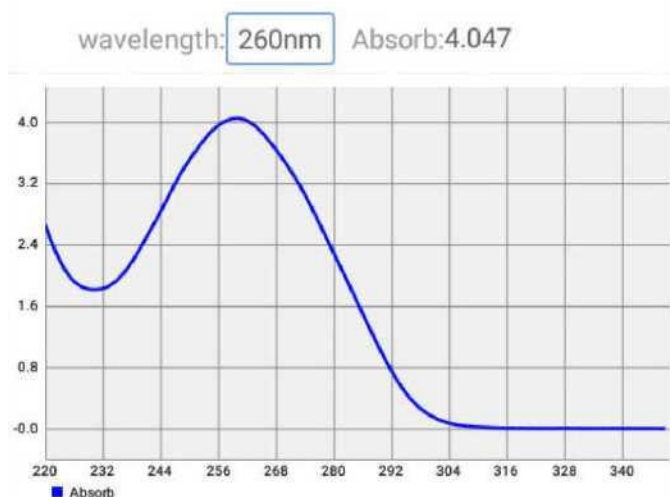

Рис. 4.6. Кривая детектирования нуклеиновых кислот
- 4) Нажмите, чтобы ввести длину волны, после чего отобразится соответствующая оптическая плотность в соответствии с рис. 4.6.
- ⑤ **Enlarge Curve** : нажмите на эту кнопку, чтобы увеличить окно на рис. 4.6. Красную линию координат можно перемещать, чтобы изменить длину волны и просматривать соответствующую оптическую плотность.
- ⑥ **Back** : нажмите на эту кнопку, чтобы вернуться в главное окно.